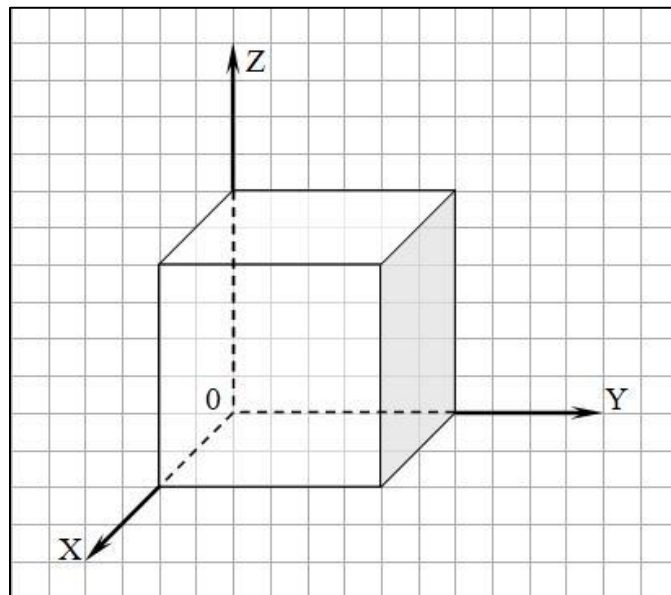

Рисунок 43 – Система координат
3. «Координаты» – управление манипулятором в трехмерной системе координат. Система координат манипулятора задана тремя взаимно перпендикулярными линиями (см. Рисунок 43). Начало координат – исходное положение манипулятора (оси X, Y) и поверхность, на которую он установлен (ось Z):